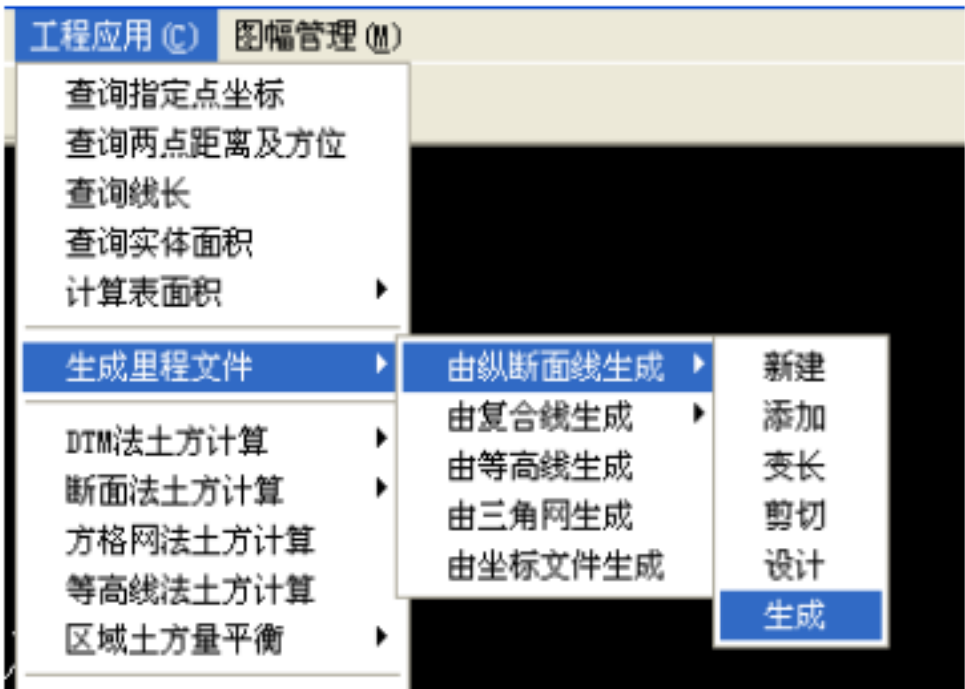
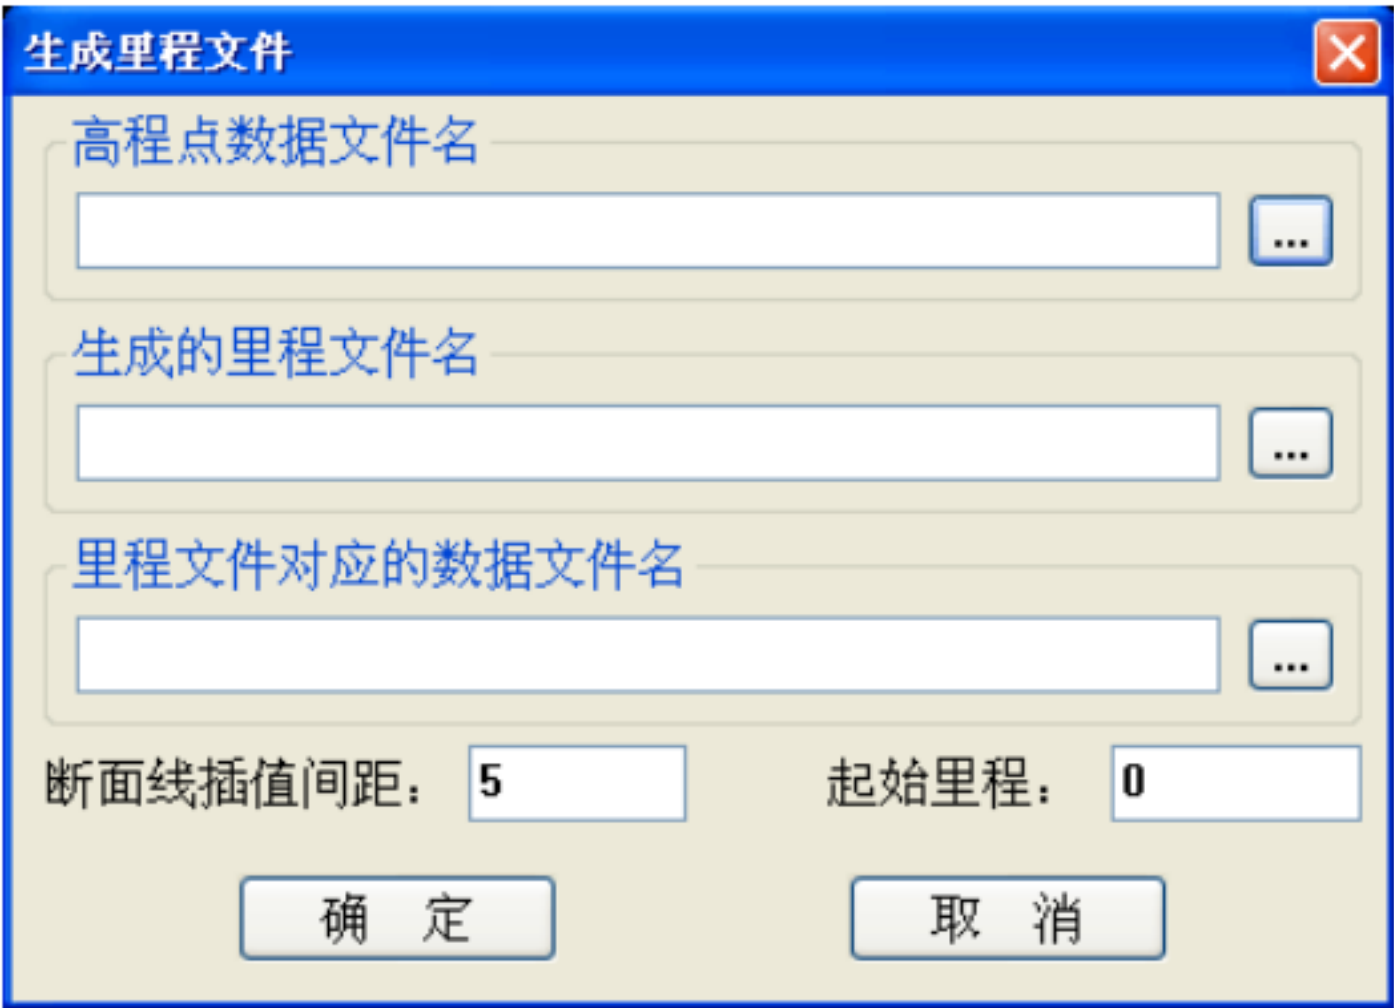

图 9 点击生成里程文件
图 10 输入里程文件名对话框
3) 在新建了横断面线以后，再选择菜单中的生成，如下图 9，弹出数据对话框，如图 10